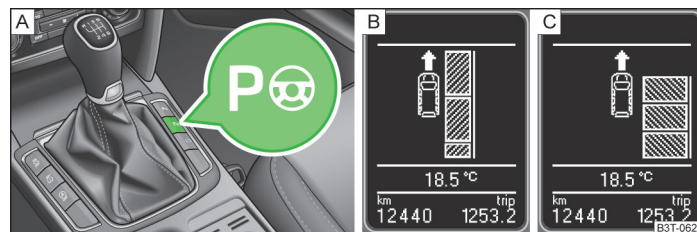

Fig. 138 Touche système / Affichages sur le visuel du combiné d'instruments
Le voyant » fig. 138 à la page 159 - dans la touche s'allume quand le système est activé.
- Appuyez **une fois** sur la touche-symbole **P** » fig. 138.
Les données suivantes s'affichent sur le visuel du combiné d'instruments » fig. 138 – B.
- Appuyez **deux fois** sur la touche-symbole **P** » fig. 138.
Les données suivantes s'affichent sur le visuel du combiné d'instruments » fig. 138 – C.
- Appuyez **une fois** sur la touche  » fig. 138 à la page 159.